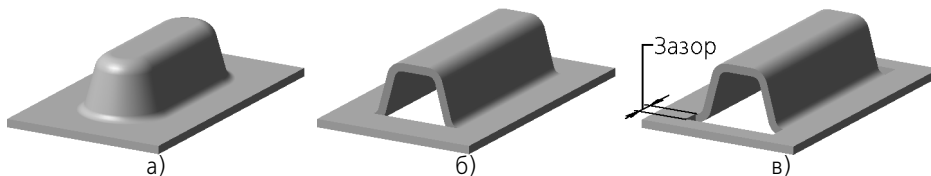

Рис. 112.10. Типы обработки концов буртика
- ▼ закрытый (рис. 112.10, а),
- ▼ открытый (рис. 112.10, б),
- ▼ рубленый (рис. 112.10, в).